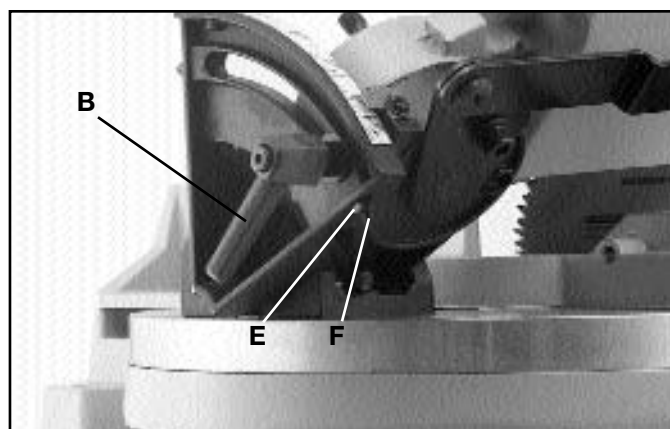

Fig. 24
8. Si resulta necesario hacer cualquier ajuste, afloje la agarradera del cierre de biselado (B) Fig. 24 e incline el brazo de corte hasta que la hoja esté a 45 grados de la mesa. **AVISO:** Puede resultar necesario aflojar la tuerca de cierre (E) y el tornillo de fijación (F) para realizar lo antedicho. Apriete entonces la agarradera de cierre de biselado (B).
9. Afloje la tuerca de cierre (E) Fig. 24 y apriete el tornillo de fijación (F) hasta que haga fondo. Apriete entonces la tuerca de cierre (E).